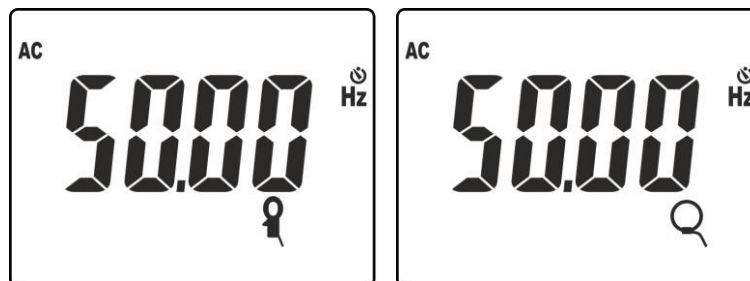

Abb. 38: Ergebnis der Frequenzmessung mit Standard-Zange und flexibler Zange
9. Drücken Sie die Taste **MODE/MXMNPK** zur Anzeige des Frequenzwerts des AC Stroms mit hoher Auflösung (siehe Abb. 38).